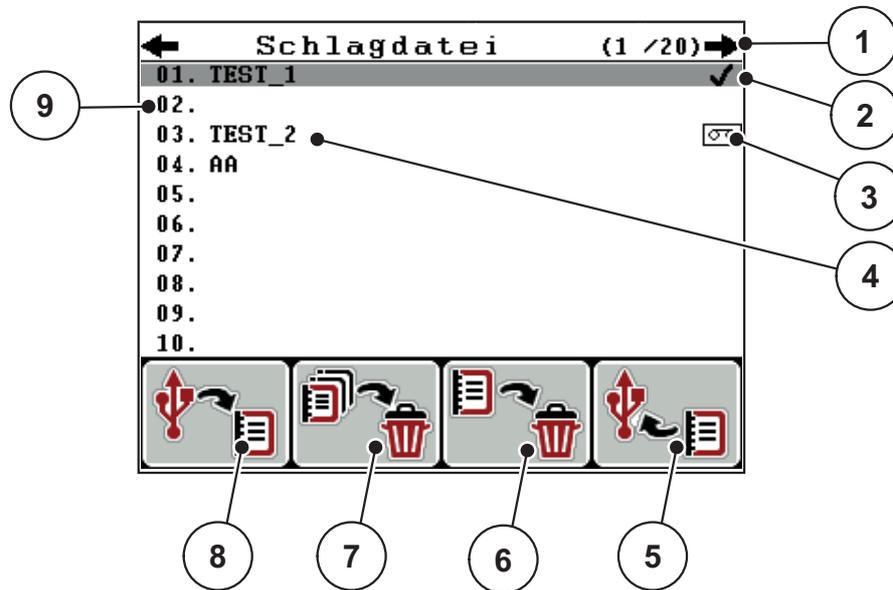

Bild 4.25: Menü Schlagdatei
2. Funktionstaste **F1** drücken (Siehe Bild 4.25).
2. Funktionstaste **F4** drücken (Siehe Bild 4.25).
3. Funktionstaste **F3** unter dem Symbol **Löschen** drücken (Siehe Bild 4.25).
2. Funktionstaste **F2** unter dem Symbol **Alle löschen** drücken (Siehe Bild 4.25).